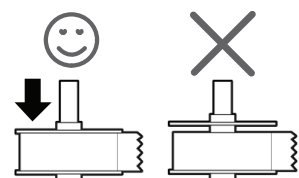

图 2
- 必须将标签卷盘导片推到与标签卷靠齐的位置，不留间隙。请参阅 图 2。
- 5 将卷盘导片滑上卷盘的右侧，向下按导片使其紧靠在标签卷一侧，标签卷和卷盘之间**不留空隙**。请参阅 图 2。